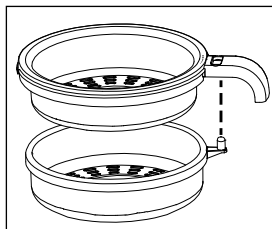

Fig. 1
- ◆ En caso necesario, desenrolle el cable de conexión del enrollacables ❷.
- ◆ Coloque la base ❶ sobre una superficie seca y plana.
- ◆ Monte el filtro ❹/❺. Coloque ambas piezas la una sobre la otra de forma que el interruptor de selección ❻ sobresalga a través del orificio de la parte superior ❹ (Fig. 1). Presione ambas piezas hasta que encastrén.